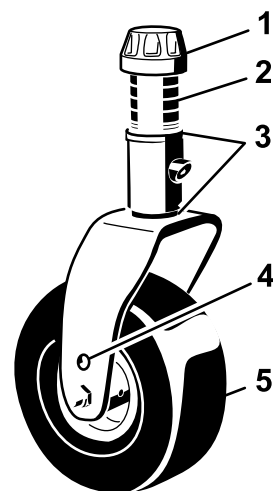
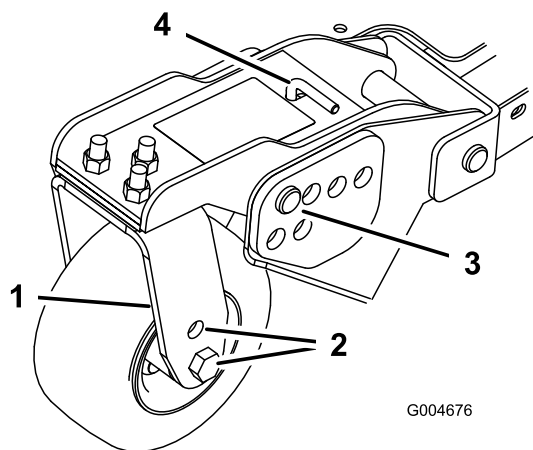
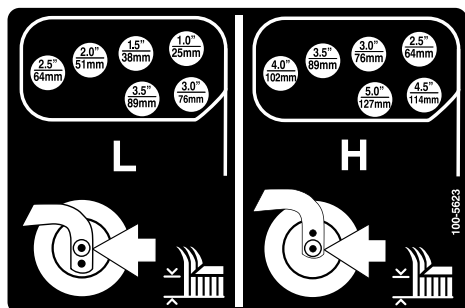

Figura 21
Figura 23
Figura 24
1. Coloque os eixos da roda giratória nos mesmos orifícios em todas as forquilhas da roda giratória (Figura 21 e Figura 23). Consultar o quadro seguinte para determinar quais os orifícios adequados para cada posição.
2. Retire a tampa de fixação do eixo roscado e desloque o fuso (Figura 21) para fora do braço da roda giratória. Coloque ambos os calços (3 mm) no eixo, tal como se encontravam originalmente. Estes calços são necessários para atingir a mesma altura ao longo de toda a largura das unidades de corte. Desloque um número apropriado de cunhas de 13 mm para o eixo para obter a altura de corte desejada; em seguida, desloque a arruela para o eixo.
4. Retire o contrapino tipo grampo e o pino de segurança dos braços articulados da roda giratória (Figura 23).
5. Rode a barra tensora para levantar ou descer o braço articulado, até os orifícios se encontrarem alinhados com a altura desejada dos orifícios da altura de corte na estrutura da unidade corte (Figura 23 e Figura 24).